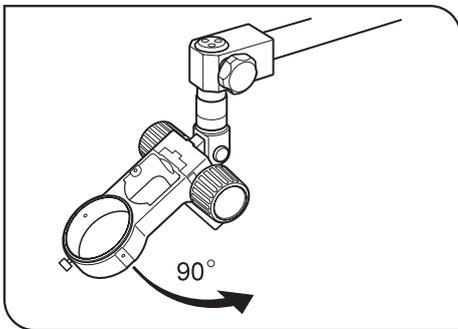

Abb. 11
6. Um den Winkel des Bonder-Arms zu verändern, die Einstellschraube für den Winkel des Bonder-Arms lösen. (Abb. 11)